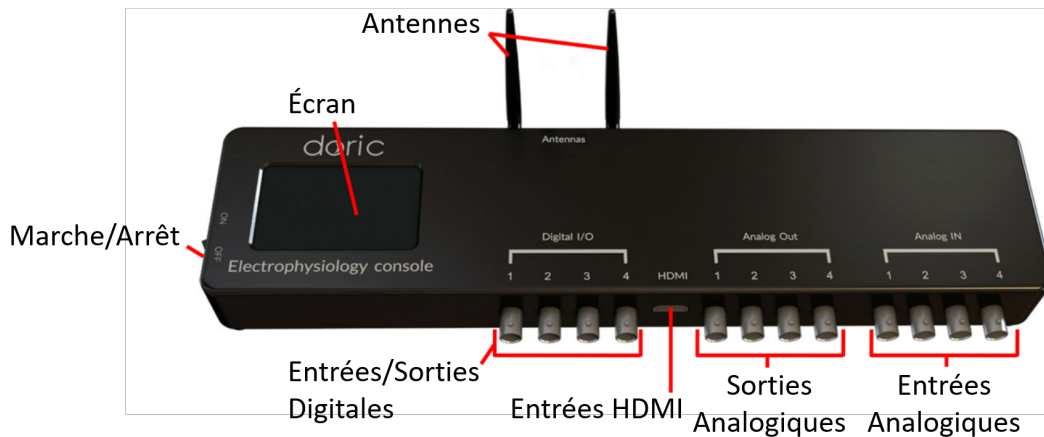
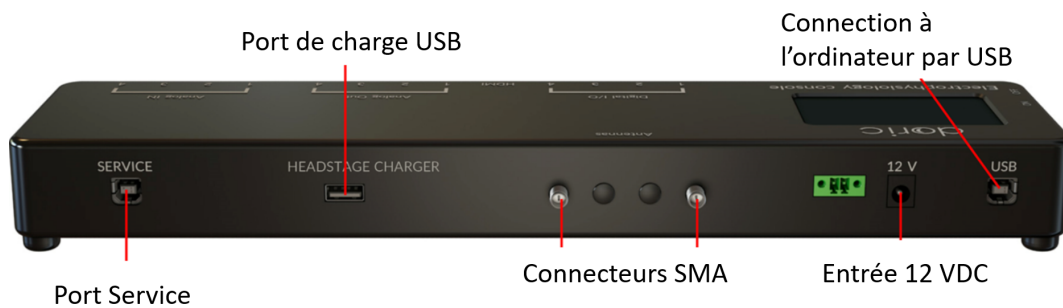

Figure 1.4 – Console d'électrophysiologie, vue avant
Figure 1.5 – Console d'électrophysiologie, vue arrière
La Console d'électrophysiologie (Fig. 1.4) permet le contrôle des différents éléments, ainsi que la réception et la transmission des informations de l'ordinateur de contrôle.
- Le bouton **ON/OFF** (Fig. 1.4) allume et éteint la console.
- L'**Écran LCD** (Fig. 1.4) affiche l'état des canaux du système.
- Les ports **DIGITAL I/O** (Fig. 1.4) envoient et reçoivent des signaux TTL 0-5 V.
- Le port **HDMI** (Fig. 1.4) acquiert des signaux numériques et des communications numériques via un connecteur personnalisé HDMI.
- Les ports **Analog-Out** (Fig. 1.4) envoient un signal variable de ± 4.75 V.
- Les ports **Analog-In** (Fig. 1.4) acquièrent des signaux analogiques provenant de diverses entrées.
- Les deux **Antennes** (Fig. 1.4) sont connectées aux ports **SMA** (Fig. 1.5) et permettent la connexion sans fil aux Module d'enregistrement.
- L'**entrée 12 VDC** (Fig. 1.5) se connecte à l'alimentation 12 VDC.
- Le port **USB de connexion avec l'ordinateur** (Fig. 1.5) permet la connexion à un ordinateur à l'aide d'un câble USB-A/USB-B.
- Le port de **Charge USB** (Fig. 1.5) est utilisé par le Chargeur de module d'enregistrement FiWi pour recharger la batterie du module d'enregistrement.
- Le port de **Service** (Fig. 1.5) est une entrée USB-B à travers laquelle le firmware des canaux de l'appareil peut être mis à jour (pour la mise à jour du firmware de la carte mère, il est nécessaire d'utiliser le port USB de connexion avec l'ordinateur).
- Assurez-vous que l'antenne soit complètement vissée dans le **connecteur SMA** (Fig. 1.5).